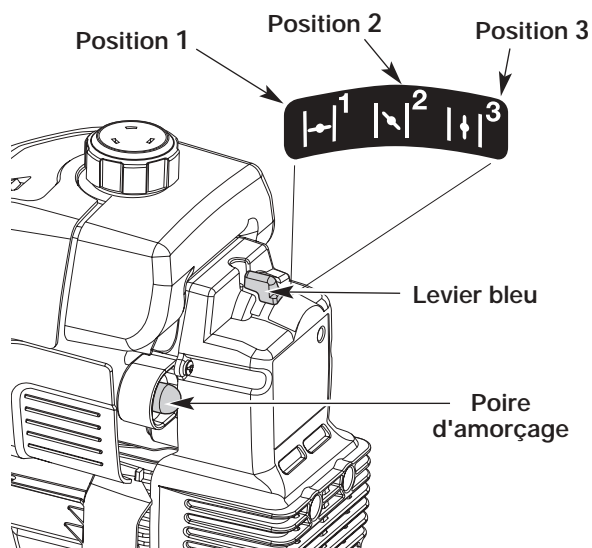

Fig. 7
3. Pressez et relâchez la poire d'amorçage à 10 reprises, lentement. Une certaine quantité de carburant devrait être visible dans la poire d'amorçage et les conduites de carburant (Fig. 7). Si vous n'apercevez pas de carburant dans la poire, pressez et relâchez la poire autant de fois que nécessaire jusqu'à ce que vous aperceviez du carburant dans cette dernière.
4. Mettez le levier bleu en Position 1 (Fig. 7).